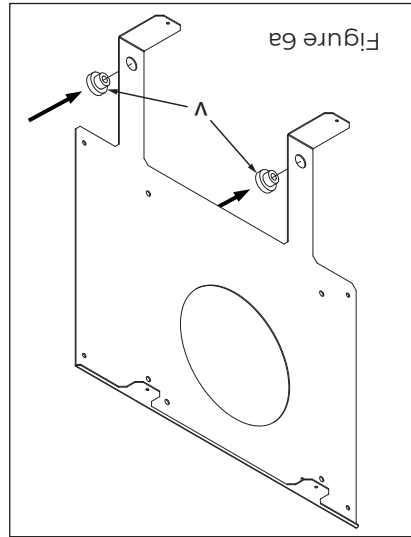

Figure 6a
3. Insérez les deux œillets en caoutchouc fournis (V) dans le support inférieur comme indiqué sur la figure 6a. Vérifiez que le support de suspension est de niveau. Après avoir mis à niveau le support de suspension, marquez les quatre trous comme indiqué sur la figure 6b.